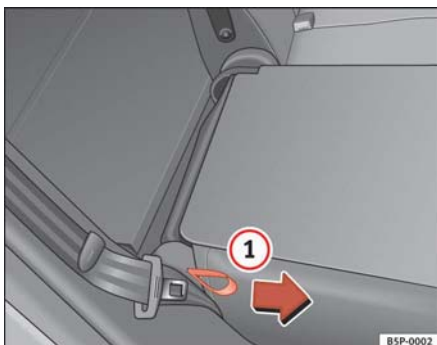

Fig. 90 Abatir o levantar el respaldo del asiento posterior
⇒ **fig. 90** ① en la dirección de la flecha y levante el respaldo hasta que encastre.